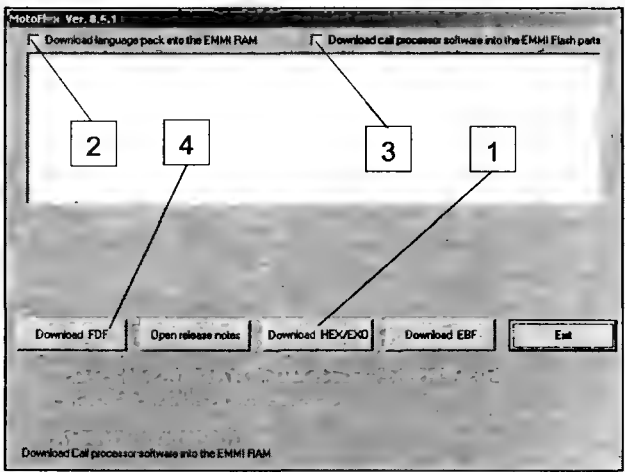

Рис. 7.13
3. Нажимают кнопку LOAD FILE (она появится после завершения процесса инициализации). После этого окно программы примет вид, показанный на рис. 7.13. Затем нажимают кнопку 1 DOWNLOAD HEX/EXO (в позициях 2 и 3 галочки не ставят).
После этого окно программы примет вид, показанный на рис. 7.13. Затем нажимают кнопку 4 **DOWNLOAD FDF** (в позициях 2 и 3 галочки не ставят).